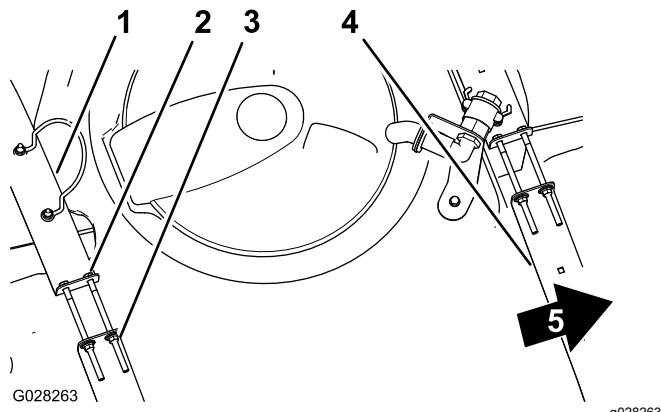

Figure 29
2. Assurez-vous qu'il n'y a pas de jeu entre les sangles de la cuve et la cuve (Figure 29).
que ces dernières soient parfaitement en appui sur la surface de la cuve (Figure 29).